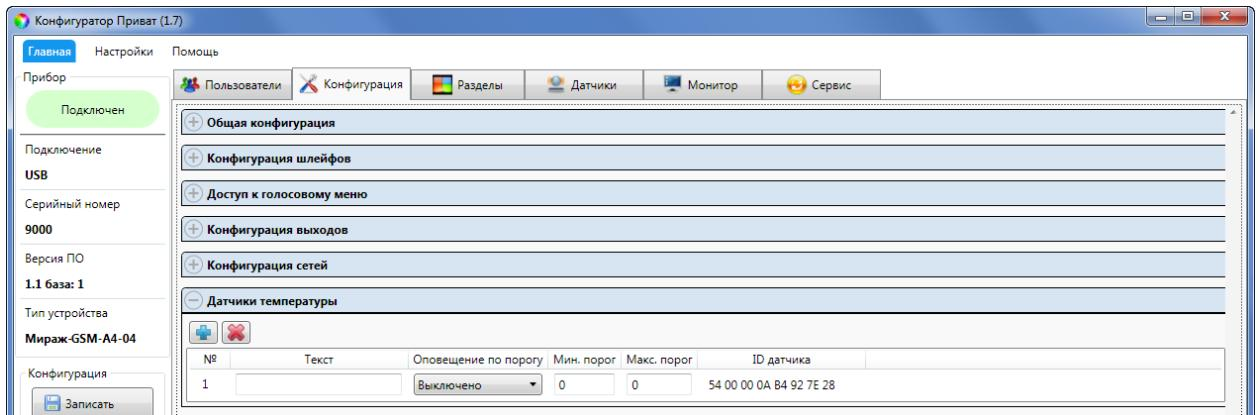

Рисунок 7.29 — Блок *Датчики температуры*
- Нажмите кнопку в блоке *Датчики температуры* (см. рисунок 7.29).